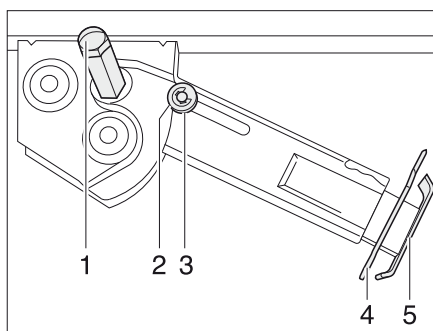

Bild 39 Stödben
- Placera hylsnyckeln på sexkanten (Bild 39,1) och vrid runt den tills stödbenet står rakt neråt.
- Drag ut sprinten (Bild 39,4) ur stödbensförlängningen (Bild 39,5).
- Placera hylsnyckeln på sexkanten (Bild 39,1) och vrid runt den tills stödbenet inte längre sitter mot marken.
- Skjut in stödbensförlängningen (Bild 39,5) helt och sätt in sprinten (Bild 39,4) i borrhålet på stödbensförlängningen.
- Vrid på sexkanten (Bild 39,1) med hylsnyckeln tills stödbenet har svängts upp och styrbrickan (Bild 39,3) befinner sig längst upp i skåran (Bild 39,2).